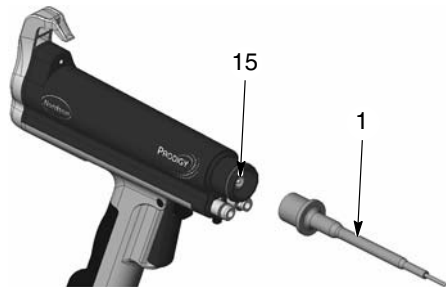

Figura 25 Îndepărtarea suportului de rezistor
6. A se vedea Figura 25. Deșurubați suportul de rezistor (1) din multiplicator (15).
4. A se vedea Figura 25. Înșurubați suportul de rezistor pe multiplicator.